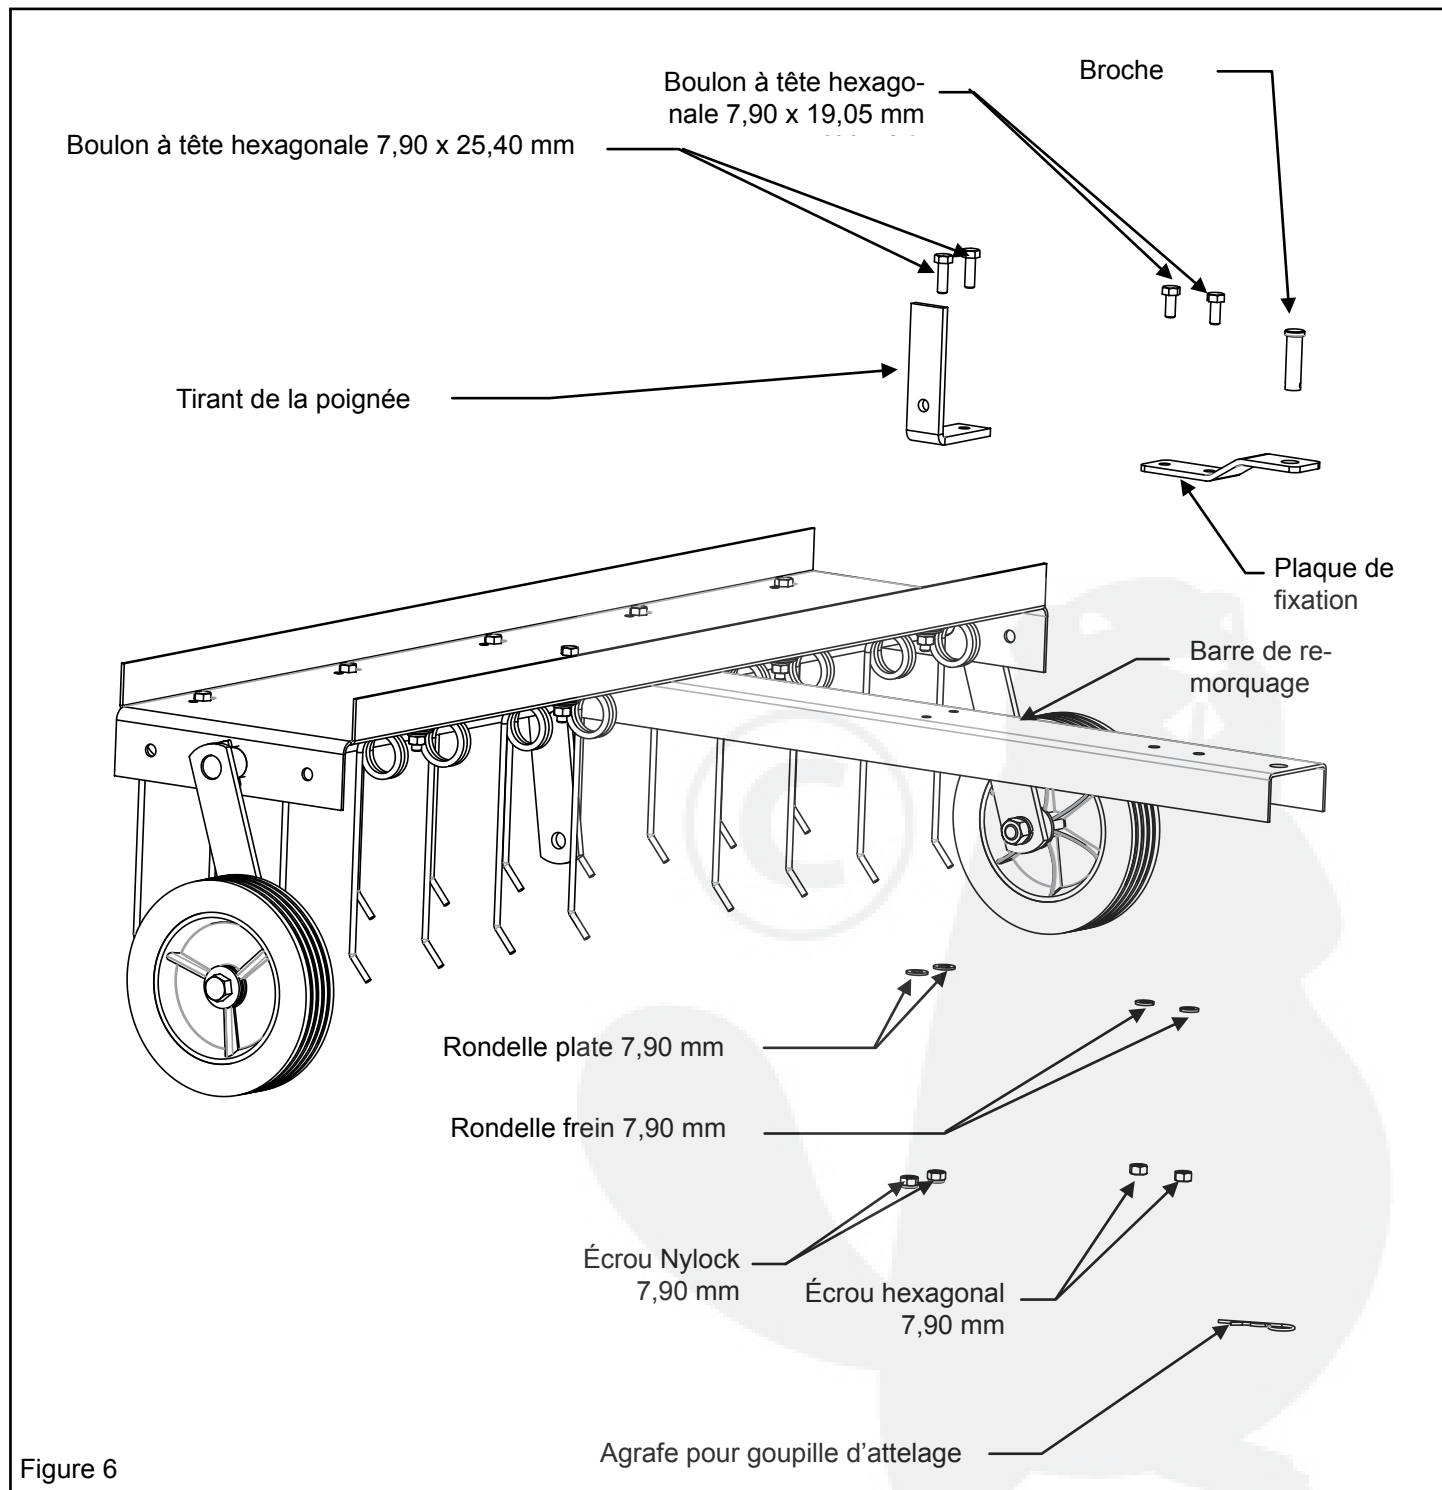

Figure 6
6. Alignez les deux orifices de la barre de remorquage et du tirant de la poignée comme illustré. Insérez un boulon à tête hexagonale de 7,90 x 25,40 mm dans l'un des orifices de la butée de la poignée, puis à travers le trou correspondant de la barre de remorquage ; placez une rondelle plate de 7,90 mm sur le boulon et bloquez avec un écrou Nylock de 7,90 mm. Répétez l'opération sur l'orifice suivant. Insérez un boulon à tête hexagonale de 7,90 x 19,05 mm dans l'un des deux petits orifices de la plaque de fixation, puis dans le trou correspondant de la barre de remorquage ; placez une rondelle frein de 7,90 mm sur le boulon et bloquez avec un écrou hexagonal de 7,90 mm. Répétez l'opération sur l'orifice suivant. Insérez la broche à travers le grand trou avant de la plaque de fixation et à travers l'orifice de la barre de remorquage, et bloquez avec l'agrafe pour goupille d'attelage. Voir Figure 6.